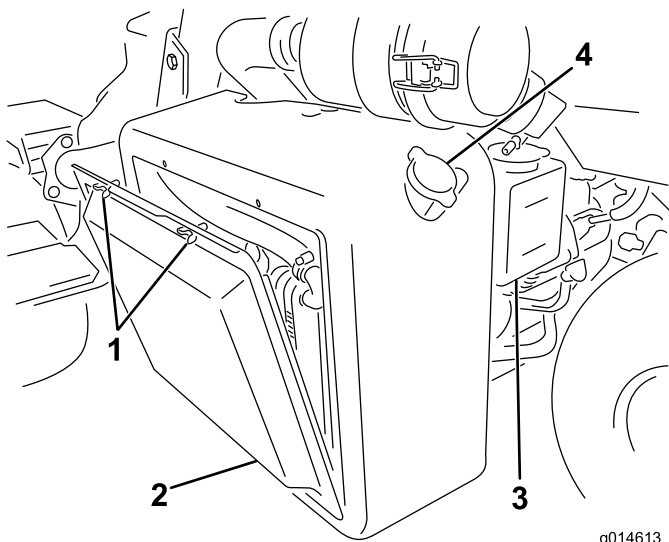
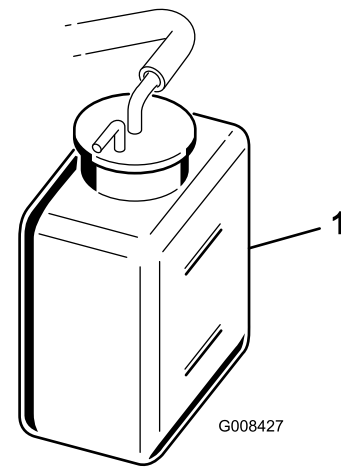

Bild 43
Bild 44
1. Entfernen Sie das Gitter (Bild 43).
2. Prüfen Sie den Kühlmittelstand (Bild 43 und Bild 44).